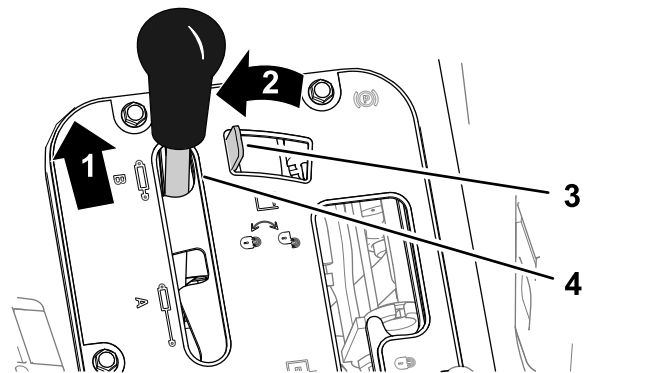
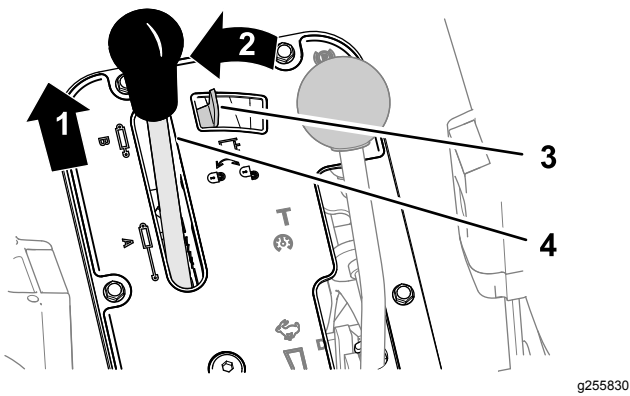

Bild 90
Bild 91
1. Drücken Sie den Hydraulikhubhebel nach vorne (Bild 90 oder Bild 91).
2. Schieben Sie die Hydraulikhubsperrung nach links, um die Sperre zu aktivieren (Bild 90 oder Bild 91).